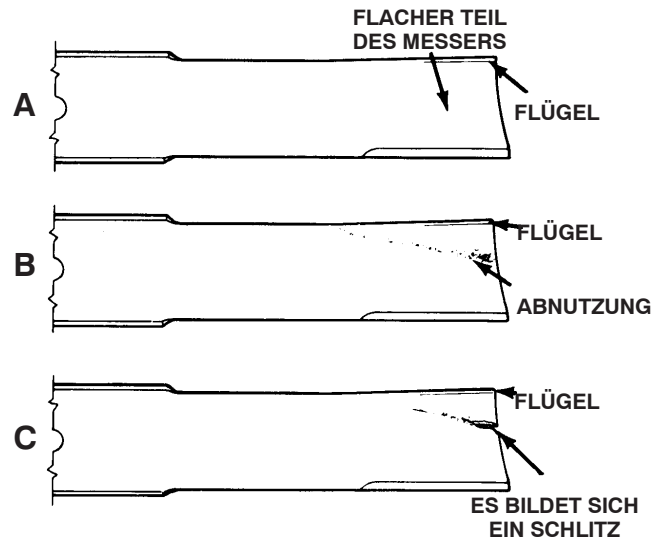

Bild 90
2. Prüfen Sie die Schnittkanten des Messers sorgfältig, insbesondere dort, wo die geraden Flächen die gebogenen berühren (Bild 90-A). Da Sand und anderes reibendes Material das Metall abschleifen kann, das die flachen und die gebogenen Teile verbindet, müssen Sie das Messer vor jedem Einsatz des Rasenmähers prüfen. Tauschen Sie das Messer aus, wenn Sie eine Abnutzung feststellen (Bild 90-B).
Wenn sich das Messer abwetzen kann, bildet sich ein Schlitz zwischen dem Windflügel und dem flachen Teil des Messers (Bild 90-C). Zuletzt kann sich ein Stück des Messers lösen und aus dem Gehäuse ausgeschleudert werden. Das kann zu schweren Verletzungen bei Ihnen selbst und Unbeteiligten führen.